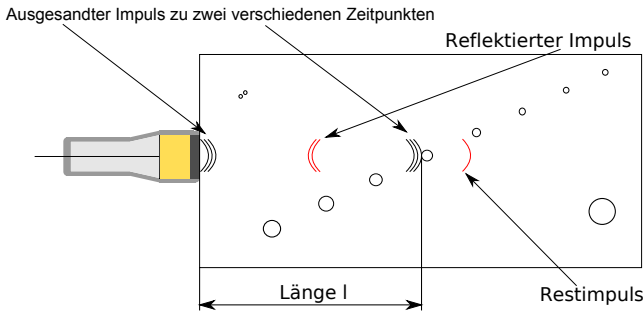
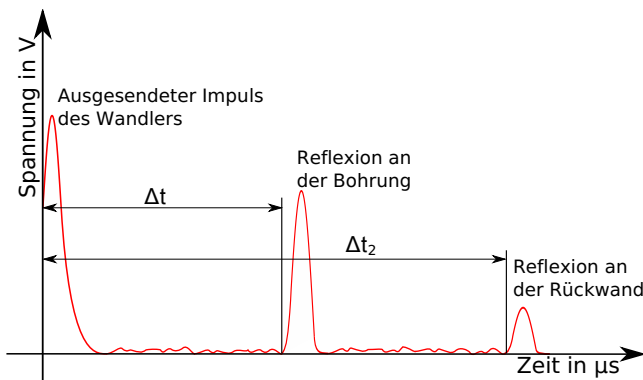

Abb. 13: Schematische Darstellung des Impuls-Echo-Verfahrens.
Abb. 14: A-Bild einer Impuls-Echo-Messung.
In Abschnitt II.2. wurde beschrieben, wie bei einem Ultraschallgerät aus einem elektrischen Impuls ein Ultraschallimpuls entsteht. Aufgrund der Umkehrbarkeit des piezoelektrischen Effekts lässt sich der Wandler auch als Empfänger von mechanischen Impulsen einsetzen. Das macht man sich beim *Impuls-Echo-Verfahren* zu nutze. Beim Impuls-Echo-Verfahren werden Strukturen in einem Material im Allgemeinen bzw. in der Medizin im menschlichen Körper vermessen und mittels eines Oszilloskops oder einer Software sichtbar gemacht. Man kann sich das Verfahren anhand eines Beispiels verdeutlichen, wie es in diesem Versuch vorkommt. In Abb. 13 ist eine Messung nach dem Impuls-Echo-Verfahren zu sehen. Mit Hilfe eines Koppelgels oder Wasser wird die Sonde an einen Acrylquader angekoppelt. Im Acrylquader sind Bohrungen als Störstellen zu finden. Das Koppelgel ist wichtig, damit der Ultraschall auch in den Quader eindringen kann und nicht gleich an der Grenzschicht Schallkopf/Luft reflektiert wird.
Software aufgezeichnet werden können. Das so aufgezeichnete Bild wird *A-Bild* genannt. Dabei steht das A für Amplitude, da die Schwingungen der Sonde als Amplitude in Abhängigkeit von der Zeit aufgetragen werden. Das A - Bild könnte z.B. so wie in Abb. 14 aussehen. Der erste Impuls in Abb. 14, der gleich nach
dem Aussenden des elektrischen Impulses aufgezeichnet wird, ist dabei der mechanische Impuls der Sonde, der durch den elektrischen Impuls ausgelöst wurde. Dieser Impuls breitet sich nun im Medium aus und wird teilweise an einer der Bohrungen in Abb. 13 reflektiert (Acryl/Luft-Grenzschicht). Der reflektierte Impuls läuft dann wieder zurück zur Sonde und regt diese erneut zum Schwingen an. Die Schwingungen werden vom Gerät also nach einer Laufzeit  $\Delta t$  registriert und im A-Bild als ein weiterer Ausschlag sichtbar (Abb. 14). Da sich der Impuls mit Schallgeschwindigkeit ausbreitet, berechnet man den Abstand zu der Stelle, an dem das empfangene Signal reflektiert wurde mittels folgender Gleichung:
- Koppeln Sie mit einem Tropfen Wasser aus der Spritzflasche die Ultraschallsonde an die Oberseite des Quaders (wie in **M3**) an, um die gemessene Strecke  $b$  zu durchschallen. Beobachten Sie dabei das A-Bild am Computer (vgl. Abb. 14). Diese Daten werden Ihnen in Form von Screenshots zur Verfügung gestellt. *Warum darf kein Wasser zwischen Quader und Tischplatte gelangen?*
- Messen Sie die Laufzeit der Reflexion an der Rückwand eines Screenshot mithilfe eines Lineals, Messpunkte jeweils an den Anfängen der Impulse (vgl. Abb. 14).
- Messen Sie die Laufzeit der Reflexion an der Rückwand mithilfe des Cursors (vgl. **M2**, Anhang) indem Sie den Anfang des Impulses messen (vgl. Abb. 14). Bestimmen Sie die Messunsicherheit, indem Sie die Messung mehrmals (mind. 5 mal) wiederholen (das Bild immer neu einfrieren!).